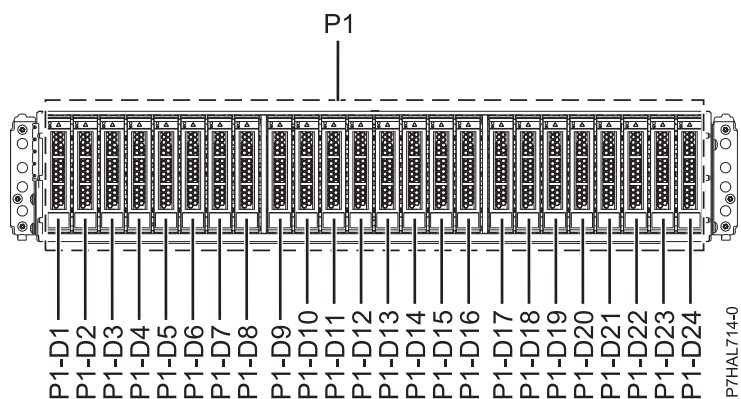
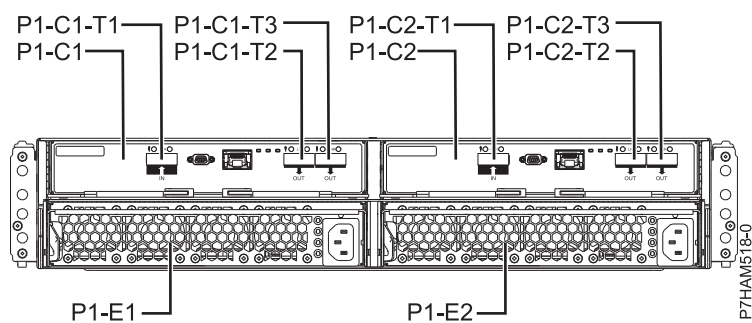

図 9. 5887 ディスク・ドライブ・エンクロージャーの正面図 (ディスク・ドライブの位置を示す)
図 10. 5887 ディスク・ドライブ・エンクロージャーの背面図
1. 保守を行う部品およびエンクロージャーを識別します。ディスク・ドライブおよび SSD スロットはエンクロージャーの前面にあります。図 9 および 図 10 は、エンクロージャーの正面図と背面図で、エンクロージャー内のディスク・ドライブの位置を示しています。